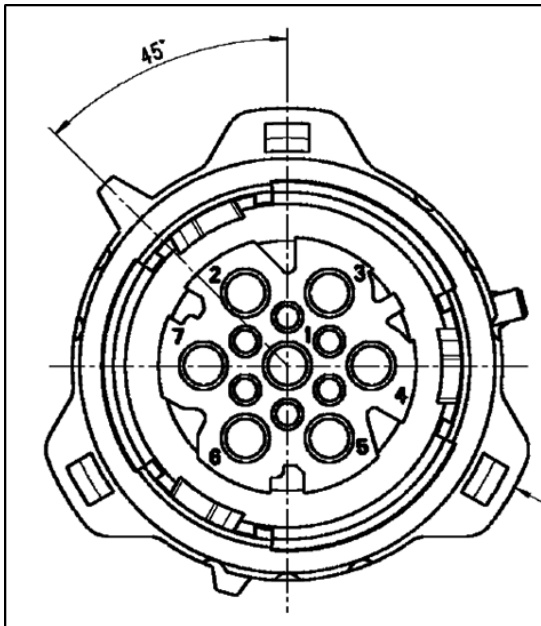

Abb. 1: Koppelstelle TDSK3 (Rundstecker) – PIN Belegung
- TDSK 3 – Rundstecker (siehe Abb. 1):